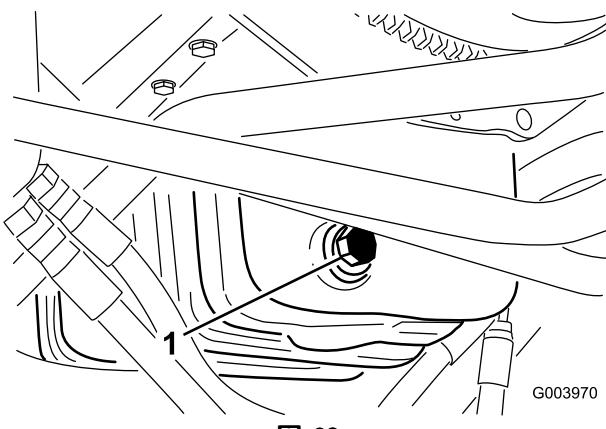

図 60
1. ドレン・プラグ（図 60）を外してオイルを容器に受ける。